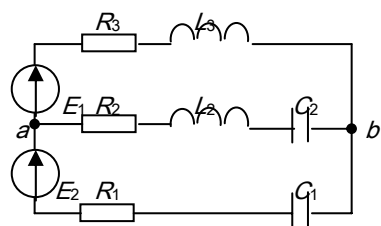

Рис. 5.1
- а) собрать схему, показанную на рис. 5.1, включить питание;
- 3 Возможно ли при определенных условиях возникновение резонанса напряжений в схеме на рис. 5.1?
- 4 Возможно ли при определенных условиях возникновение резонанса токов в схеме на рис. 5.1?
- 5 Возможно ли при определенных условиях одновременное возникновение резонанса токов и напряжений в схеме на рис. 5.1?